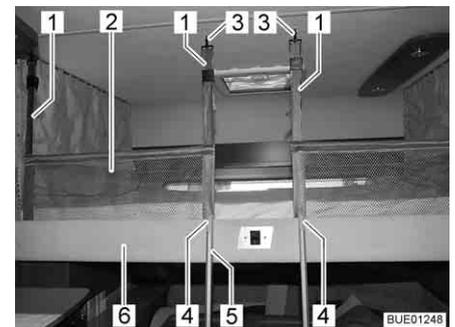
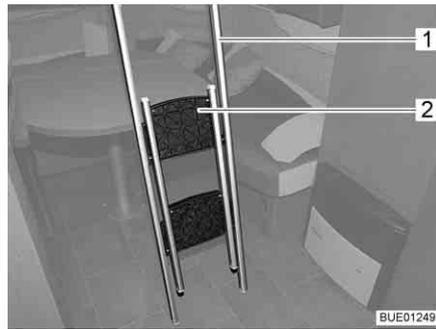
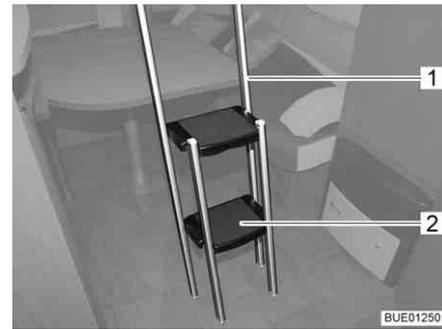

Fig. 75 Cama elevada con red de seguridad tendida
Fig. 76 Escalera de ascenso plegada
Fig. 77 Escalera de ascenso desplegada
La red de seguridad (Fig. 75,2) con los cinturones de retención se encuentra en la cama elevada, debajo del colchón. Tender la red de seguridad cuando las personas ya se encuentren en la cama elevada.
- Enganchar los cinturones de retención (Fig. 75,1) en los ganchos (Fig. 75,3) del techo.
- Enganchar la escalera de ascenso (Fig. 75,5) con las dos horquillas (Fig. 75,4) en el agarradero (Fig. 75,6) de la cama elevada.
- Coger la parte plegada (Fig. 76,2) de la escalera de ascenso (Fig. 76,1) por el borde superior y desplegarla hasta que las cuatro patas se apoyen sobre el suelo de forma segura (Fig. 77).
- Plegar los escalones (Fig. 77,2) hacia dentro.
- Desenganchar la escalera de ascenso (Fig. 77,1) del agarradero (Fig. 75,6) de la cama elevada.